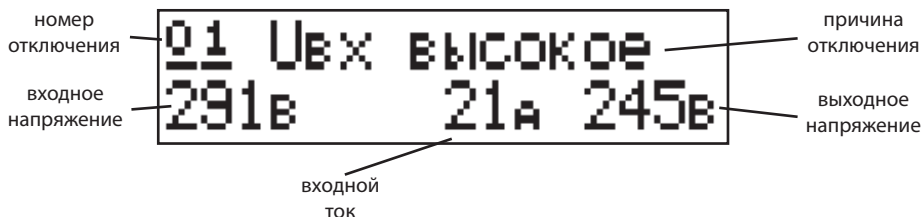

Рис. 18. Вид ЖК-индикатора в режиме просмотра журнала защитных отключений
- дополнительные сведения о величине входного и выходного напряжений, входного тока измеренных на момент срабатывания защиты (см. рис. 18).